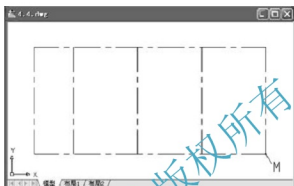

图 4.4 绘制轴线
- (1) 将【轴线】层设置为当前层。
- (2) 按照“图 C1 餐厅平面布置图”的尺寸，用【直线】和【偏移】命令绘制轴线，如图 4.4 所示。
- 在指定第一个角点或 [倒角(C)/标高(E)/圆角(F)/厚度(T)/宽度(W)]: _from 基点: 提示下，捕捉图 4.4 中的 M 点(即以 M 点作为确定矩形左下角的基点)。